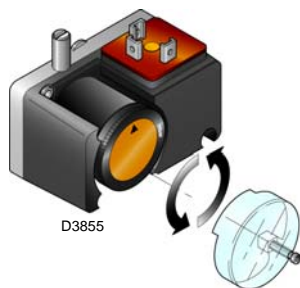

Abb. 21
- Regeln Sie den Minimal-Gasdruckwächter (Abb. 21) auf den Skalenanfang.